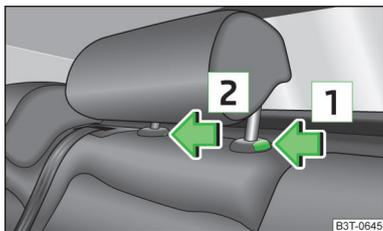

Abb. 52
- › Die Sicherungstaste in Pfeilrichtung **1** » Abb. 52 drücken, gleichzeitig mit einem flachen Schraubendreher mit einer Breite von max. 5 mm die Sicherungstaste in der Öffnung **2** drücken und die Kopfstütze herausziehen.